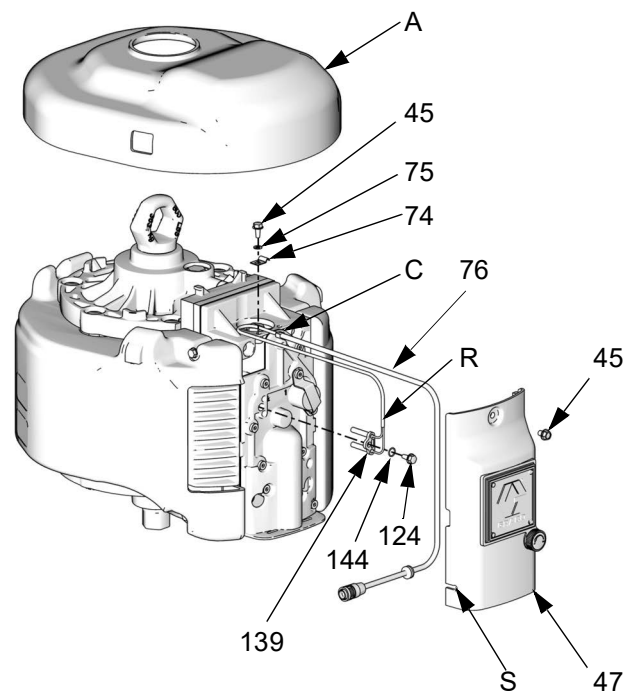

**FIG. 16. Skifte ut lineær sensor**
4. Hold adapteren (33) med en skrunøkkel for å unngå at den snurrer, og skru ut løfteringen (21). Se FIG. 16.